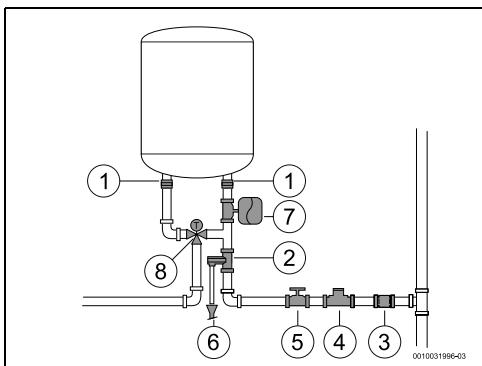

Fig. 10 Raccordement d'eau
- ▶ En cas d'utilisation de tubes PEX, installer un contrôle thermostatique (Fig. 10, [8]) sur le tube de sortie de l'appareil. Il doit être réglé pour correspondre aux performances du matériel utilisé.
- installer un réducteur de pression (Fig. 10, [4]). La soupape différentielle se déclenche lorsque la pression d'eau dans l'appareil est supérieure à 8 bars (± 1 bar), et il est donc nécessaire de prévoir un moyen d'évacuer cette eau.
- installer un vase d'expansion (Fig. 10, [7]) pour empêcher l'ouverture trop fréquente de la soupape différentielle. Le volume du vase d'expansion doit être équivalent à 5% du volume de l'appareil.